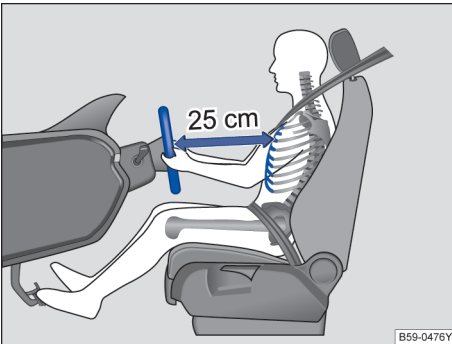

图 25 驾驶员与方向盘之间至少保持为 25 cm 的距离
- 调节方向盘，使驾驶员胸部与方向盘之间至少保持 25 cm 的距离→图 25。